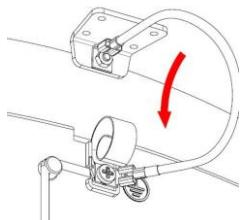

Abbildung 8
- Verbinden Sie das gegebene Erdungskabel zwischen der oberen Klemme des Gehäuses und der Erdungsklemme des Basis. Folgen Sie den Bildern aus Abbildung 8.